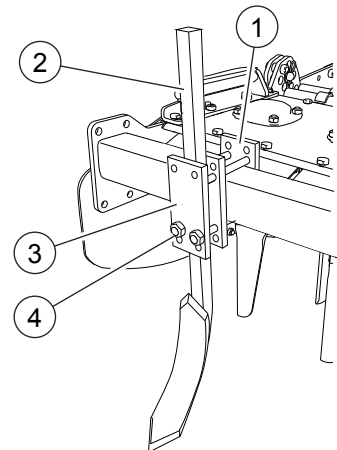

FIG. 16
Den Scharen-Träger (1, "Fig. 16") auf der Vorderschiene einbauen. Den Tiefenlockerer (2) zwischen den Platten einsetzen (2). Die Höhe des Bodens regulieren. Die Schraubenmutter festdrehen (4).